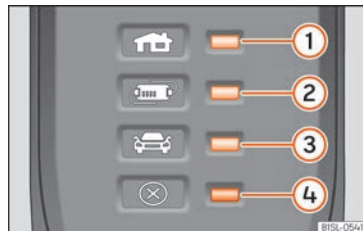

Fig. 234 No cabo de carregamento para tomadas de corrente: Luzes de controlo do dispositivo de proteção.
» » » Fig. 234:
» Fig. 234 faz com que o conector de carregamento permaneça sem corrente até se ligar na tomada de carregamento do veículo.
Uma ou várias luzes de controlo » Fig. 234
Indicação » Fig. 234	Significado
»» Fig. 234 ①, ② ou ③ o indicador de funcionamento, há uma avaria.
Indicação »» Fig. 234	Significado